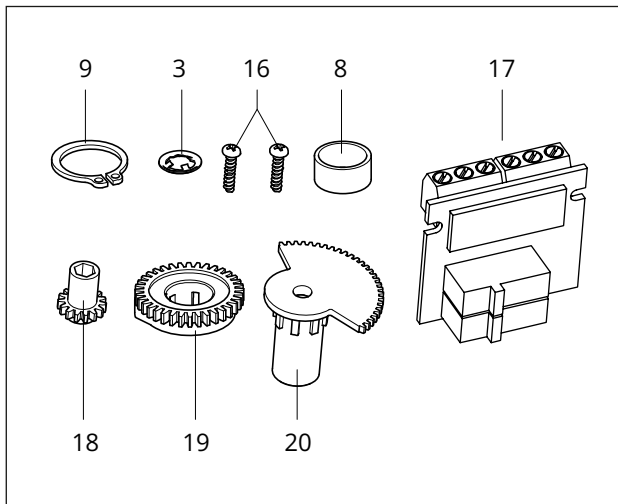

図 19: 機械式リミットコンタクト・組込キット
- 機械式リミットコンタクト（図 19 を参照）
3. 端子盤（17、図 19 を参照）を、サポートのベース部で約 45°の角度になるように配置し、リレーが中間ボードの縁の方を向くようにします。端子盤が適切に嵌るように、端子盤の上端を傾けます。